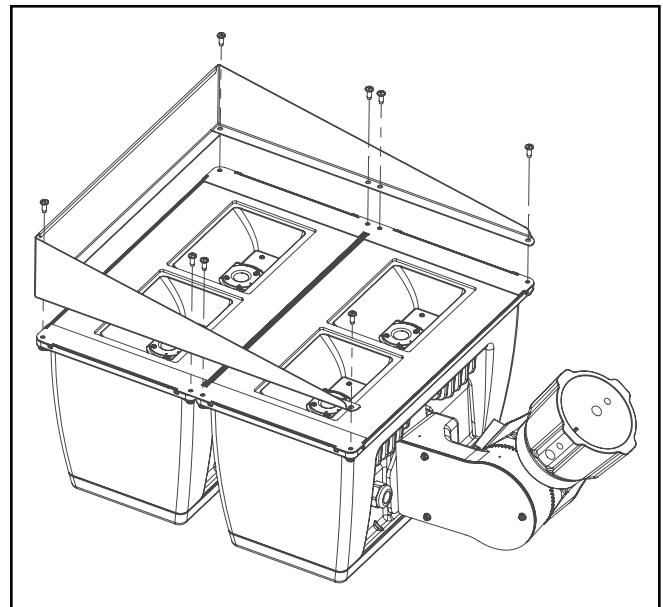

Figura 7.
Visor (Figura 7.)
1. Afloje y retire los (4) tornillos de cabeza Phillips 10-24 de la parte frontal de la luminaria y consérvelos para referencia futura.
2. Alinee el visor sobre la parte superior de los ganchos para la lente de modo que coincidan con los (4) orificios existentes. (Figura 7.)
3. Use los (4) tornillos de cabeza Phillips 10-24 para sujetar el visor.